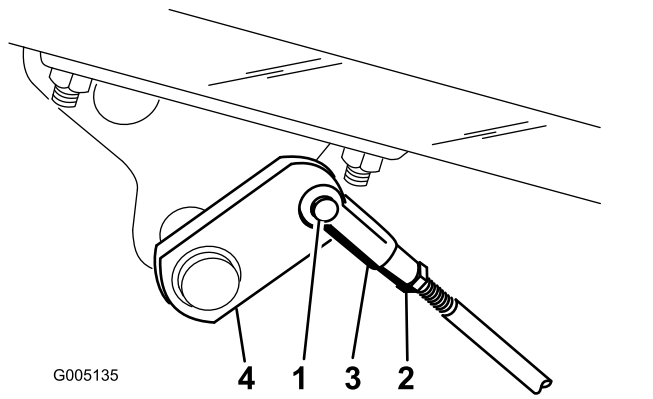

图46
A. 取下开口销和柱销断开刹车杆图46。
- B. 松开锁紧螺母并相应调节 U 形销图46。
- C. 将 U 形销装回刹车轴图46。